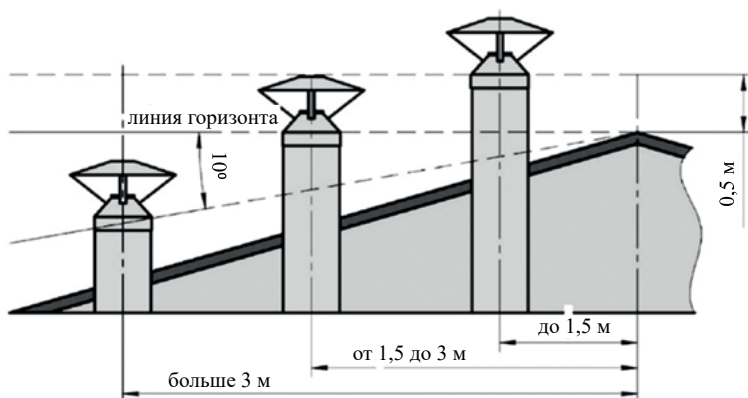

Рисунок 1: высота дымоходной трубы.
- не ниже линии, проведенной от конька под углом 10° к горизонту, при расположении дымовой трубы от конька на расстоянии более 3 м (рисунок 1).